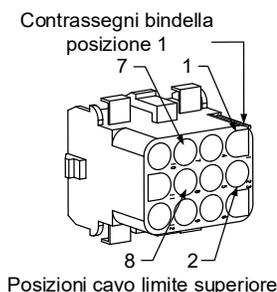

Figura 3
7. Inserire i cavi nel connettore a 12 pin C-6 (si veda la Figura 3). Per unità a vasca piena o per la metà sinistra di un'unità a vasca doppia (come visualizzato dal retro della friggitrice) i cavi vanno nelle posizioni 1 e 2 del connettore. Per la metà destra di un'unità a vasca doppia (come visualizzato dal retro della friggitrice) i cavi vanno nelle posizioni 7 e 8. In entrambe i casi, la polarità è indifferente.